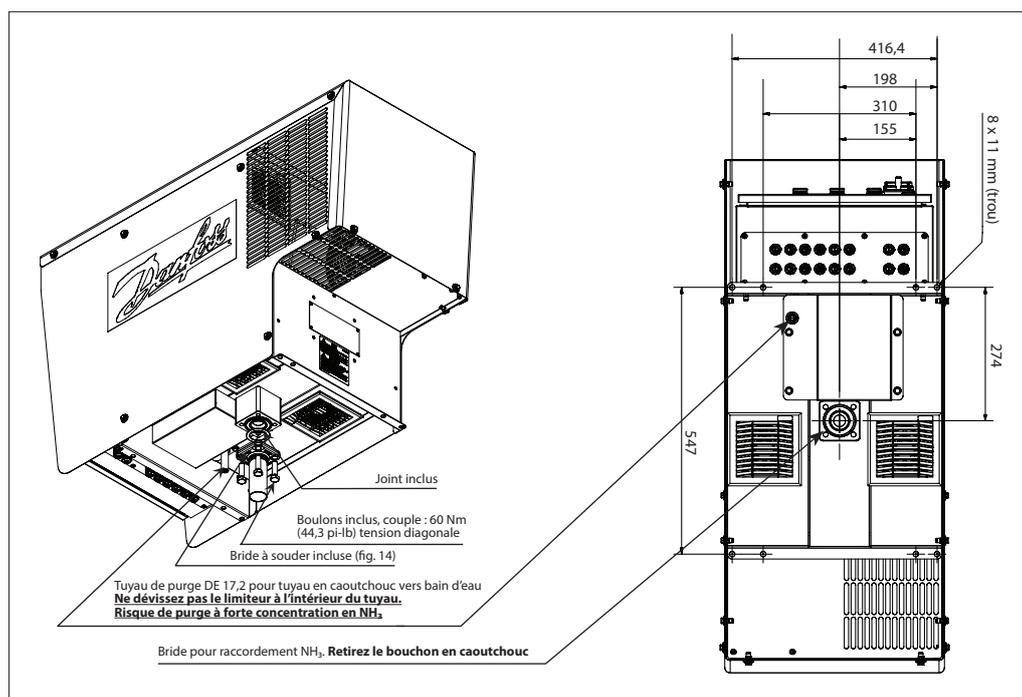

Fig. 13 Raccordement pour ammoniac
1. Préparez la tuyauterie pour ammoniac avec la bride à souder conformément aux figures 13 et 14. La tuyauterie principale/d'évacuation ne doit jamais être inférieure au diamètre intérieur de Ø37 mm (1,5").